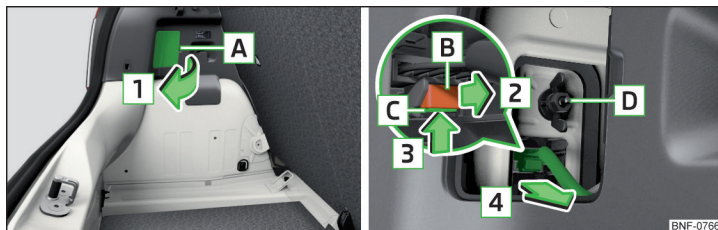

Fig. 179 Demontarea lămpii / scoaterea conectorului
- Rabatați în sus masca în zona [A], în sensul săgeții [1] » fig. 179.
- Înșurubați și strângeți piulița din plastic [D] » fig. 179.